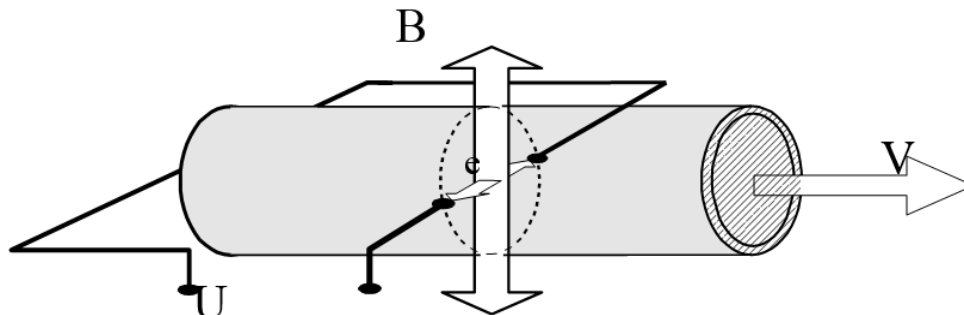

Рисунок 1
2.5.1. Принцип работы расходомера основан на явлении электромагнитной индукции. При прохождении электропроводящей жидкости через магнитное поле с магнитной индукцией B , в ней, как в движущемся проводнике, наводится ЭДС, пропорциональная скорости жидкости V (рис. 1).